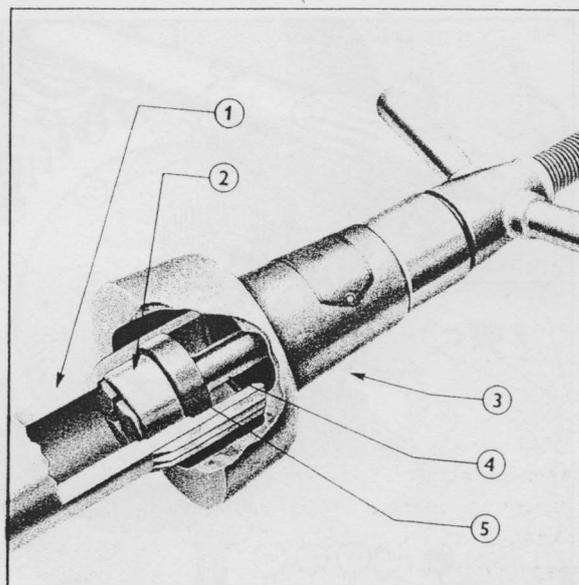

Fig. 4 = Depose du Roulement avant d'arbre primaire de prise de force
2. Si le roulement avant nécessite une révision, extraire d'abord le joint d'étanchéité, puis retirer le roulement à l'aide de l'Outil Principal No. T. 7600 et des adaptateurs. N° T. 7600-4 (voir FIG. 4)